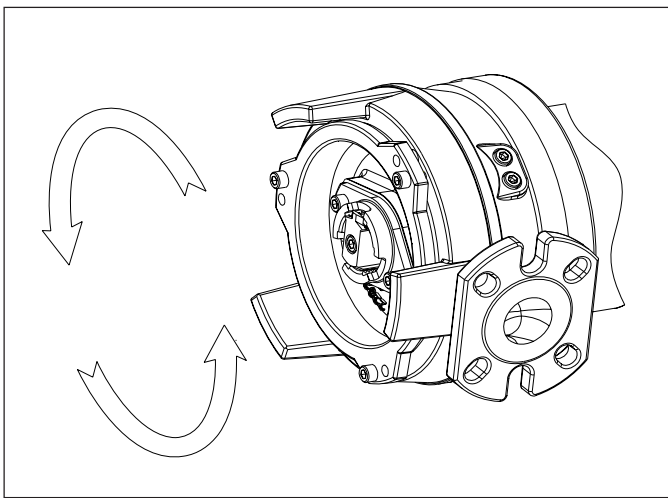

Fig. 5.2
1. Leg de pomp horizontaal neer en verwijder, indien aanwezig, de standing. Start de pomp. De juiste draairichting is, door de zuigopening gezien, tegen de wijzers van de klok in (zie pijl op het pomphuis, Fig. 5.2).